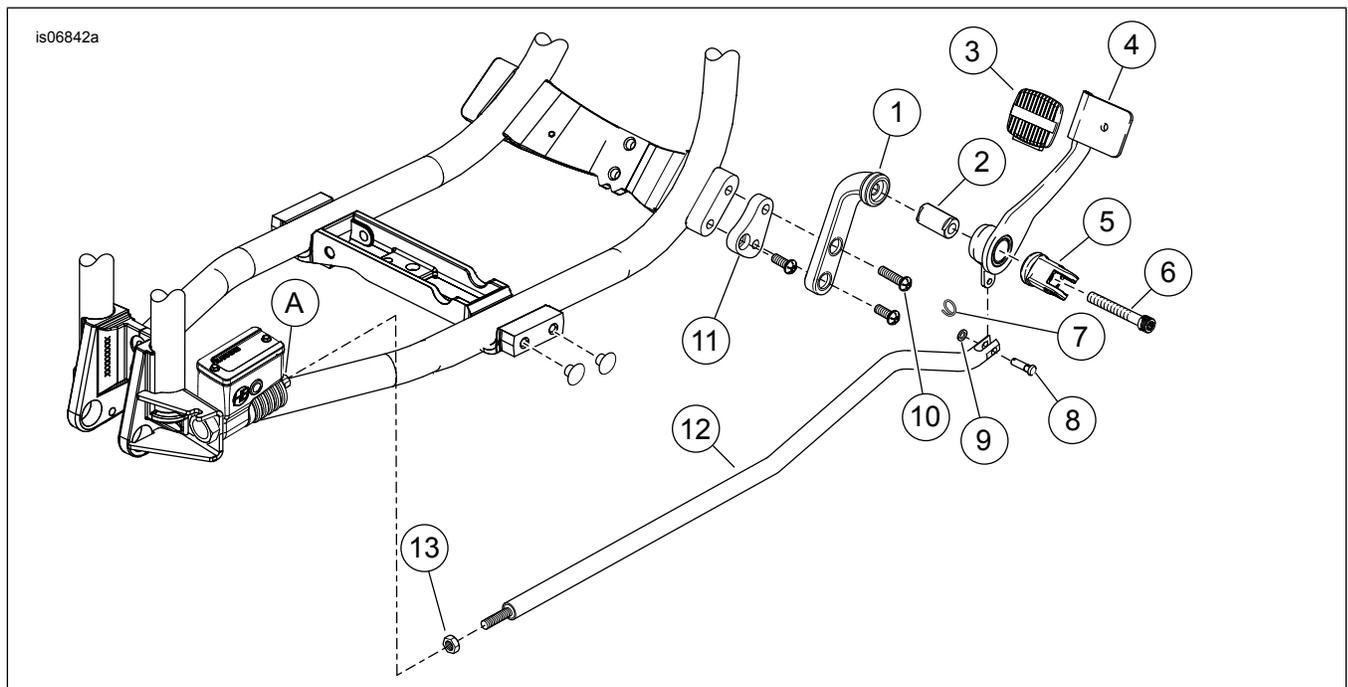

Figura 5. Peças de reposição: Kit de controles de avanço de alcance reduzido
2. Veja Figura 5. Solte a contraporca da haste do freio (13) no cilindro-mestre do freio traseiro.